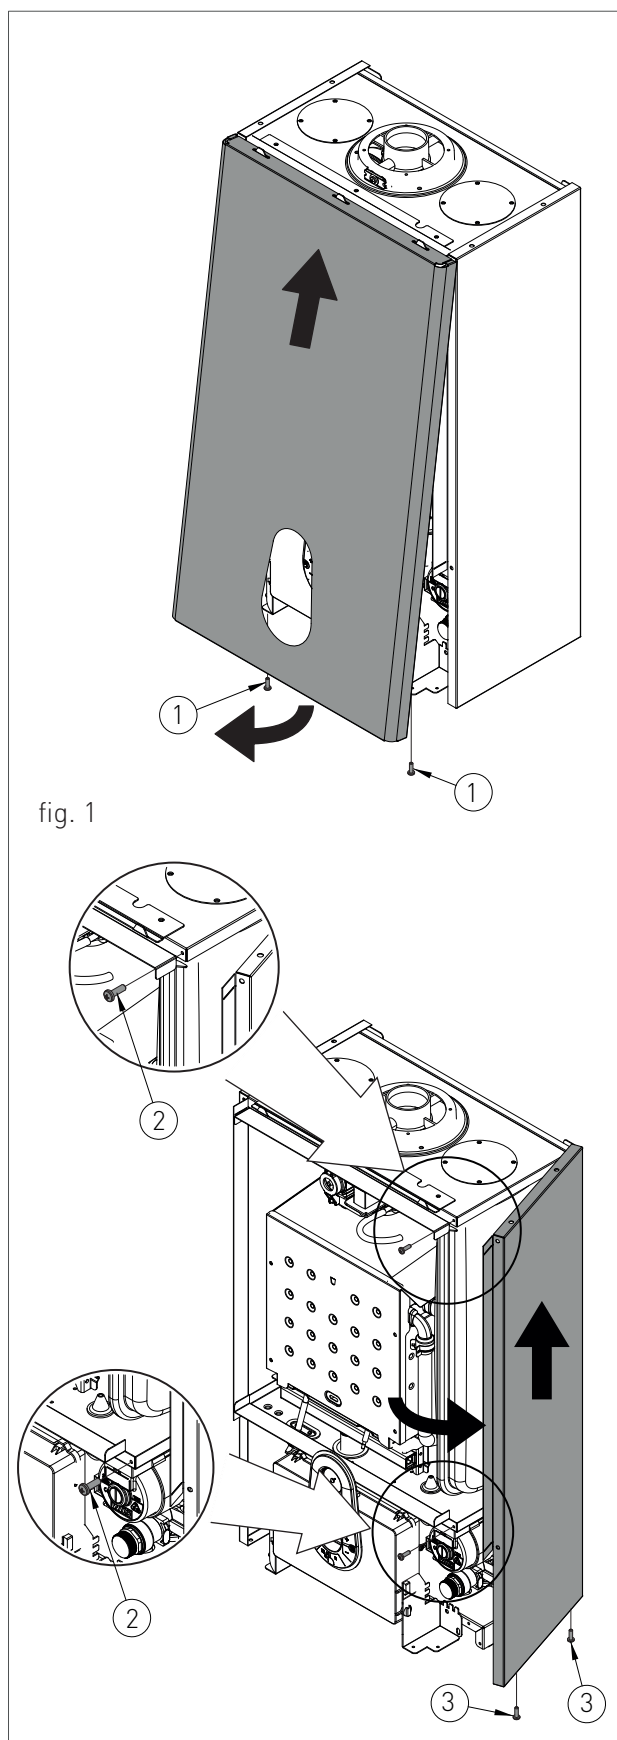

fig. 1
- › sujetar el panel frontal en la parte inferior y, tirando hacia uno mismo, sacarlo con un movimiento hacia arriba (ver fig. 1).
- › quitar los tornillos (2 - fig.1) de fijación colocados en el borde frontal del panel lateral;
- › quitar los tornillos (3 - fig.1) de fijación colocados en el borde inferior del panel lateral;
- › sujetar la base del panel y, después de separarlo lateralmente, sacarlo levantándolo (ver fig. 1).